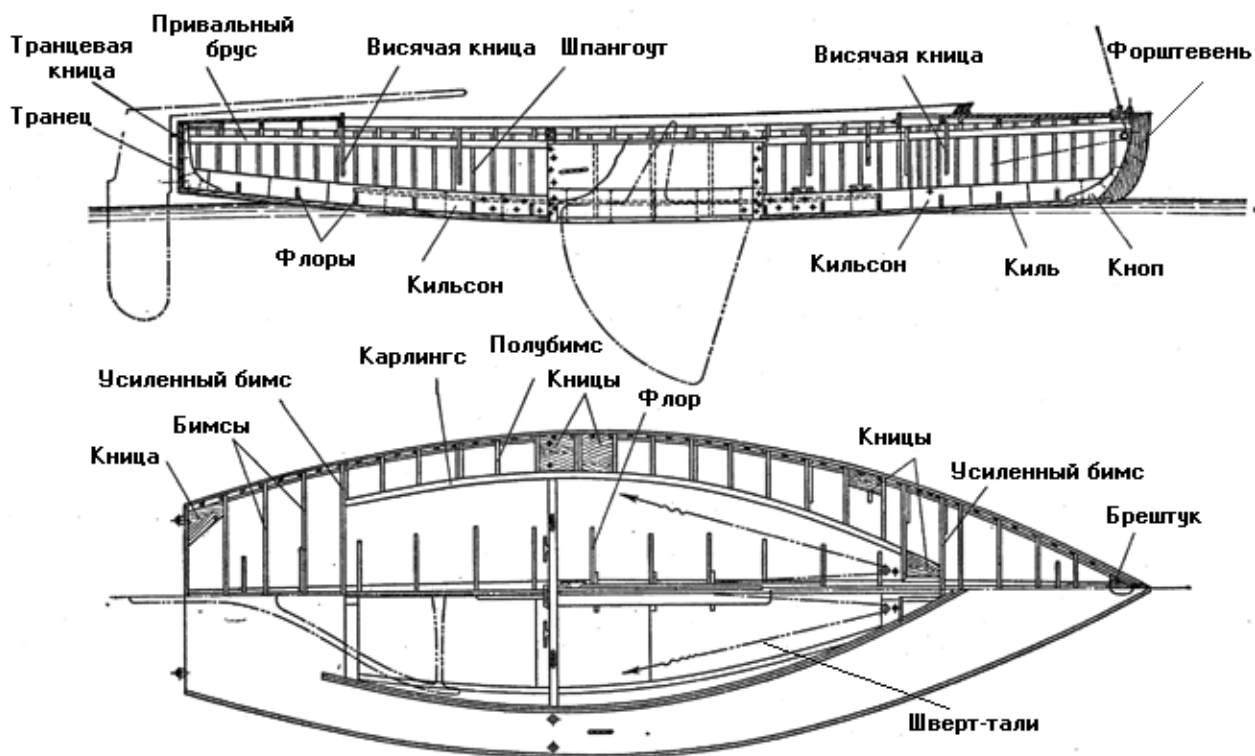

Рис. 26. Конструкция корпуса швертбота
Основное назначение **флоров** - скрепление ветвей шпангоутов, соединение их с килем и укрепление днищевой части обшивки. На флоры у швертботов и мелких килевых яхт обычно кладутся слани. На некоторых швертботах поверх флоров вдоль киля кладется **кильсон** - продольный брус, дополнительно укрепляющий корпус в продольном направлении (рис. 26).
**Швертовый колодец** (см. рис. 26) имеет основание из двух досок, обычно дубовых, притянутых к килю болтами. Поверх основания набраны стенки из более тонких досок. Сзади и спереди колодец ограничен вертикальными стойками, к которым приклепываются основание и стенки. По верхнему обрезу колодца положен планширь. На него ложится резиновый буфер, надетый на болт рычага шверта и предохраняющий колодец от разрушения при ударе болта о планширь. Поперечную устойчивость колодца обеспечивает крепление его к флорам кницами или **шпонками** — вертикально поставленными поперечными досками. Часто колодец укрепляют специальной поперечиной, связывающей колодец (через планширь) с карлингсами и палубным настилом. На пластмассовых швертботах колодцы проще по конструкции — тонкостенный ящик, приформованный к усиленной обшивке днища.